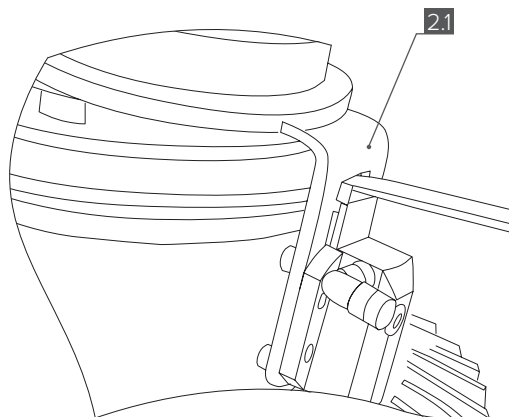

Рис. 7
**4.2** Установите корпус подшипника [2.1] на блокировку. Вставьте отвертку в паз вилки привода и приподнимите корпус подшипника. Это приведёт к сжатию пружины, расположенной внутри актуатора, необходимому для установки пневматического привода (Рис. 7).